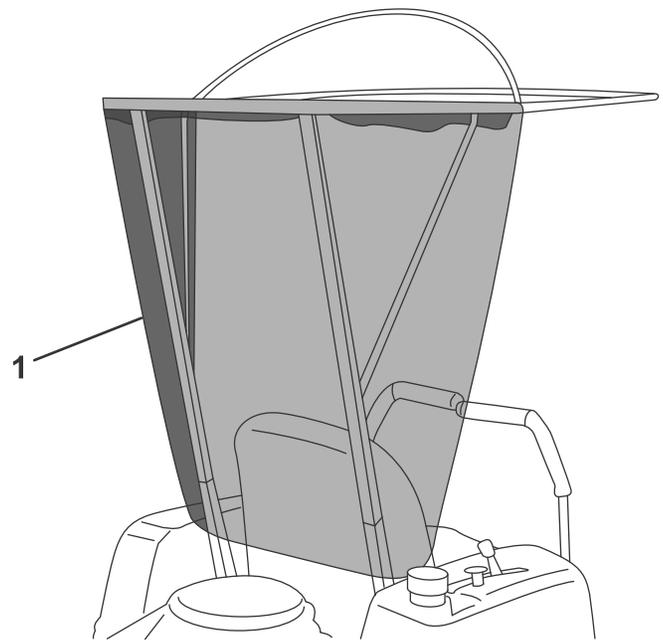

Bild 4
13. Befestigen Sie das hintere Gitter am Heckbügel und an den Pfosten (Bild 4).